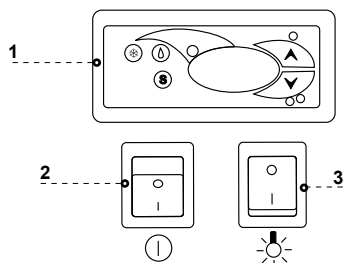

Рис.8 Пульт управления
- Включить кнопку главного выключателя Рис.8/2 (стр.38), что вызовет подключение регулятора температуры, а затем агрегата оборудования
- На пульте регулятора температуры Рис.8/1 (стр.38) установить температуру (подробности обслуживания термостата на стр.43 или 44)
- Включить кнопку освещения Рис.8/3 (стр.38)